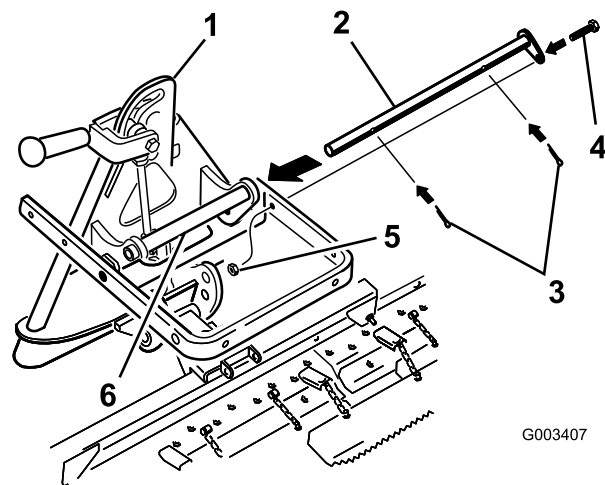

Figura 5
3. Fissate la barra articolata con 2 coppie e un bullone (3/8 x 1-1/4 pollici) (Figura 5).